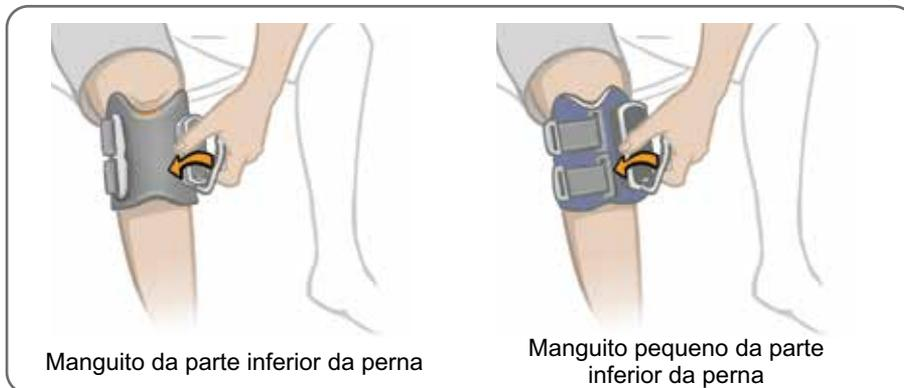

Figura 6-13: Prender a correia do manguito da parte inferior da perna
4. Segure a alça da correia do manguito da parte inferior da perna. Veja a Figura 6-13. Com o polegar no suporte do manguito, prenda a alça da correia ao redor do suporte. Se você estiver usando o manguito pequeno da parte inferior da perna, talvez seja necessário usar a outra mão para estabilizar o manguito na perna.